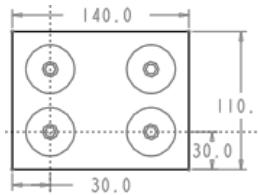

图 22.5 截面草图
(1) 选择命令。单击 **模具** 功能选项卡 **形状** ▾ 区域中的 按钮。系统弹出“拉伸”操控板。
(2) 创建实体拉伸特征。
① 在绘图区中右击，从系统弹出的快捷菜单中选择 **定义内部草绘...** 命令。然后选择 **ADTM1** 基准平面作为草绘平面，草绘平面的参考平面为 **MOLD_RIGHT** 基准平面，方向为 **右**。单击 **反向** 按钮，单击 **草绘** 按钮，系统至此进入截面草绘环境。
② 进入截面草绘环境后，选取 **MOLD_FRONT** 和 **MOLD_RIGHT** 基准平面为草绘参考，绘制图 22.5 所示的截面草图。完成截面草图的绘制后，单击“草绘”操控板中的“确定”按钮 。
③ 选取深度类型并输入深度值。在操控板中选取深度类型 (“定值”), 再在深度文本框中输入深度值 50.0，并按 Enter 键，然后单击 按钮。
④ 完成特征。在“拉伸”操控板中单击 按钮，完成特征的创建。